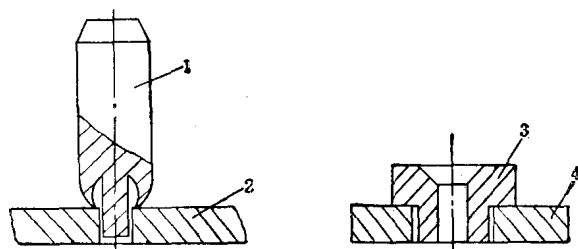

图10-1-4 冲头缩孔和镶轴承座
1) 上下压板必须平行, 安装牢固。压板上的轴孔磨大了时, 可用紧眼法和镶套法修理 (见图 10-1-4)。